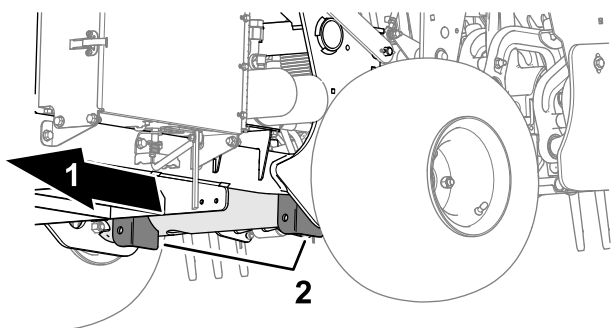

Figure 139
3. Placez le cric solidement sous la plaque du cadre, juste à l'intérieur de la roue arrière (Figure 139).